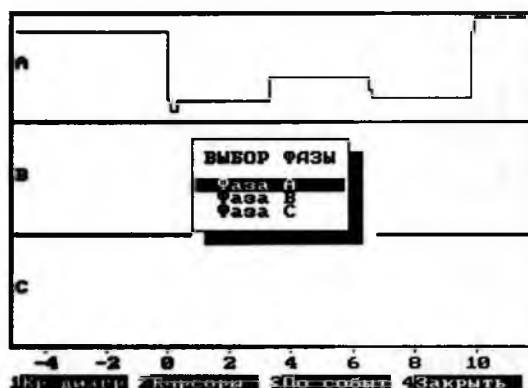

Рис. 11.26
11.7.1. Если замер проведен некорректно или есть сомнения на счёт исправности устройства РПН, то дополнительно можно посмотреть график тока через контакты устройства РПН в зависимости от времени. Для этого перейти к просмотру круговой диаграммы нажатием кнопки F1 (функция - Кр. Диагр.), далее нажать F2 (функция - Исходн.) см. рис. 11.26.